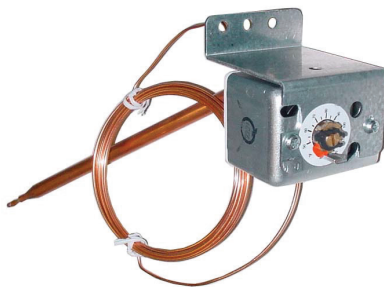

Figure 30. Thermostat de conduit monté sur unité
- **Ductstat avec tube capillaire (option AG3) :** Le thermostat de conduit monté sur l'unité (voir Figure 30) offre une plage réglable de 0°F à 100°F (–17.8°C à 37.8°C) avec une température différentielle fixe de 3°F (1.7°C). La sonde est préréglée en usine à 70°F (21.1°C). En raison des différents réglages de débit d'air (CFM) et des températures de l'air extérieur, la température moyenne de sortie en aval pourrait ne pas correspondre exactement au réglage du thermostat de conduit. Une fois l'installation terminée, ajustez le point de consigne du thermostat de conduit de gaine afin d'obtenir la température moyenne de sortie souhaitée.